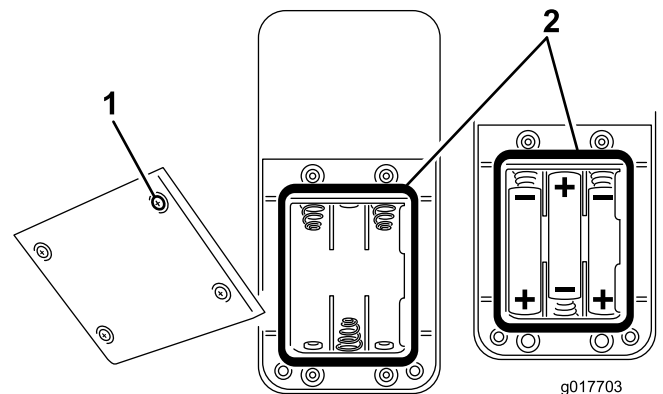

Figura 32
2. Para instalar pilas en un compartimento vacío, instale tres pilas nuevas tamaño AAA. Asegúrese de que orientar las pilas según se indica en Figura 32.
3. Para cambiar pilas gastadas, retire las pilas usadas e instale tres pilas nuevas tamaño AAA. Asegúrese de que orientar las pilas según se indica en Figura 32.